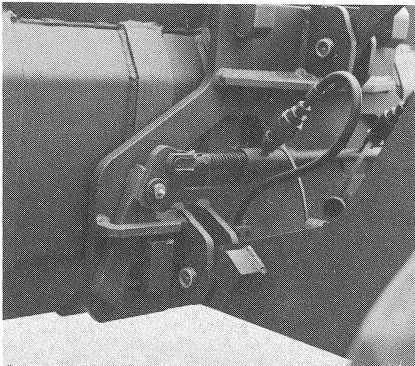

Bild 28
- (2) Mit der hydraulisch betätigten Schnellwechselvorrichtung Schaufel bzw. Anbaugerät aufnehmen und bei gleichzeitigem Ankippen der hydraulisch betätigten Schnellwechselvorrichtung die Schaufel bzw. Anbaugerät anheben bis die hydraulisch betätigte Schnellwechselvorrichtung (Bild 28) anliegt.
- (2) Pick up shovel or attachment with the aid of the hydraulically operated quick-change device and lift the shovel or the attachment whilst tilting the hydraulically operated quick-change device at the same time until the hydraulically operated quick-change device (fig. 28) is lying next to the shovel or attachment.
- (2) A l'aide du système d'échange rapide hydraulique soulever le godet ou l'équipement complémentaire et en même temps incliner le système rapide vers l'arrière, pour soulever le godet ou le système rapide jusqu'à l'assemblage parfait (fig. 28).